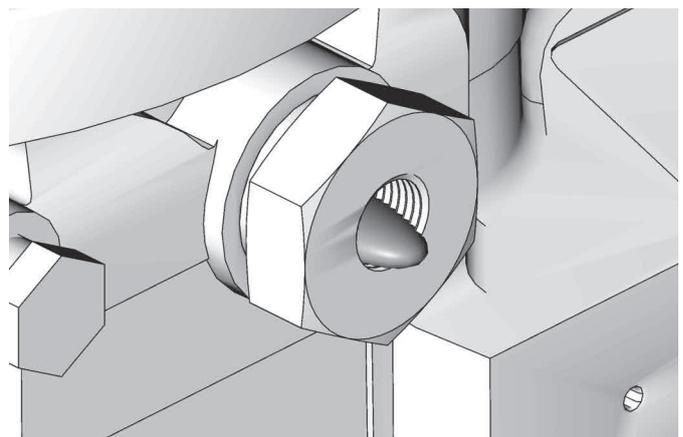

FIG. 12
2. Faites fonctionner la pompe uniquement jusqu'à ce que le lubrifiant sortant du raccord d'élément ne contienne plus d'air (FIG. 12).